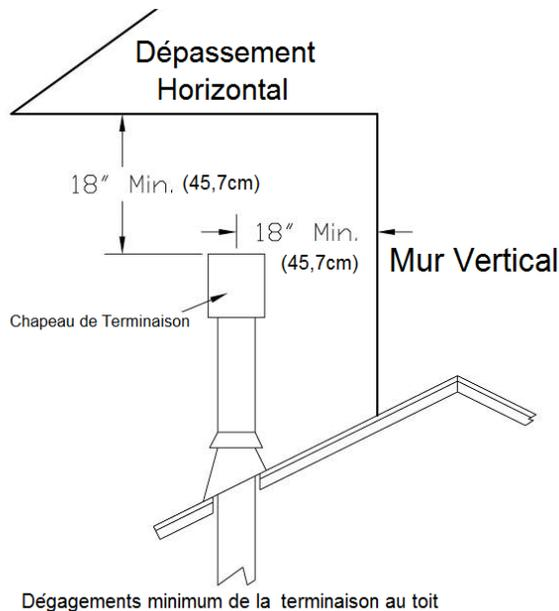

Figure 9 - Dégagements du Chapeau de Terminaison
- 🔥 Tous les chapeaux de terminaison ne peuvent être à moins de 18" (457mm) horizontalement de tout point du toit ou de toute surface verticale. Voir Figure 9.
- 🔥 La terminaison doit se conformer aux normes de la charte des Figures 9 et 12.
- 🔥 Toutes les terminaisons horizontales doivent aussi se conformer aux spécifications de dégagement aux structures adjacentes mentionnées dans les Figures 9 et 12.